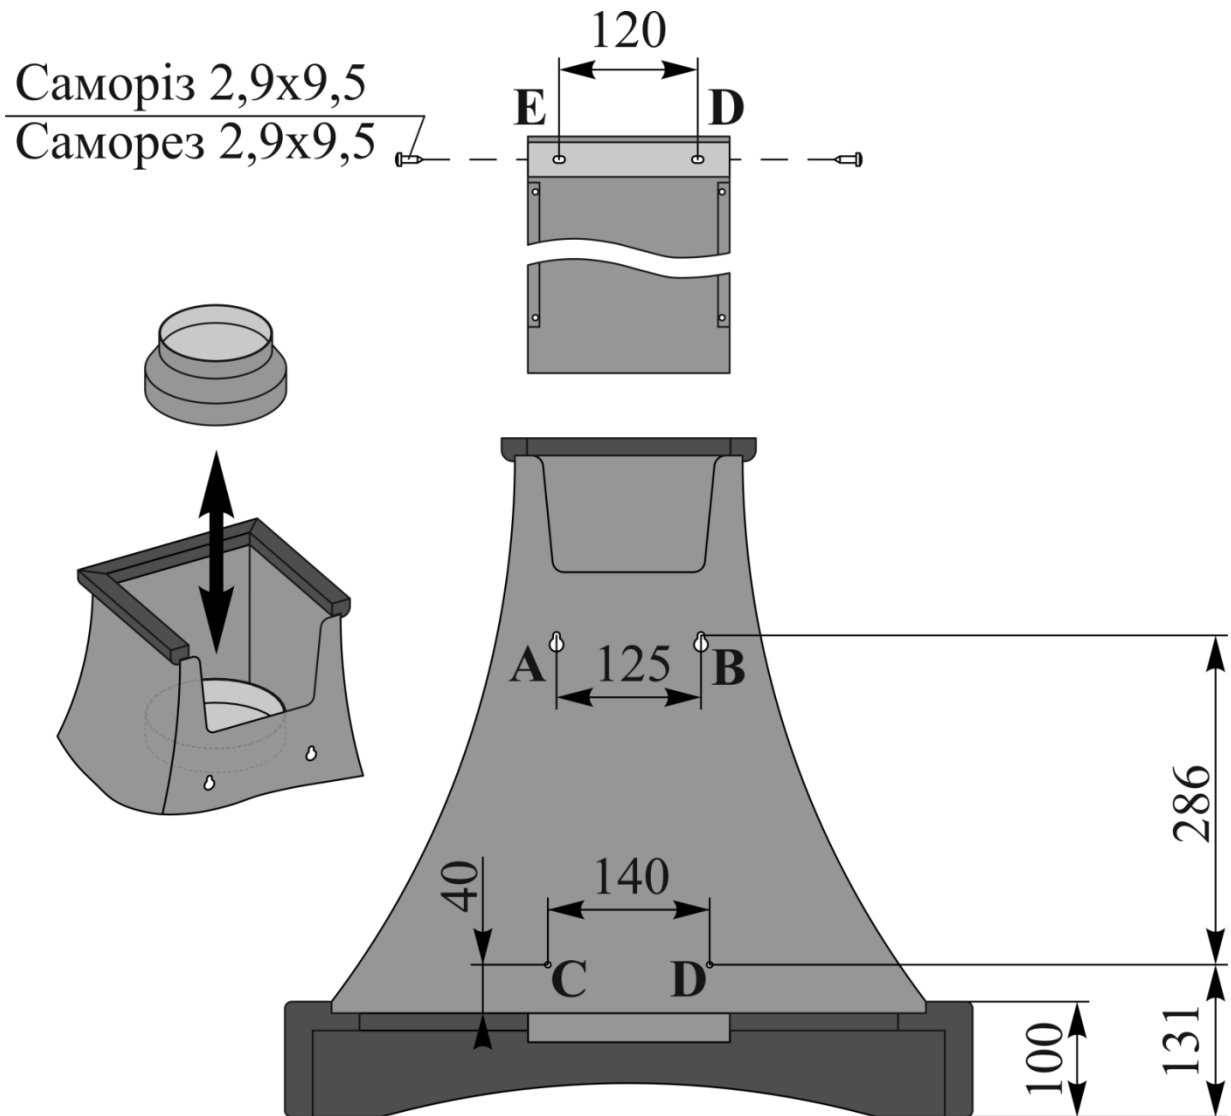

Рис.5
6.3 Проведіть розмітку кріпильних отворів корпуса на стіні кухні. Для цього виготовте паперовий шаблон з координатами **4-х** отворів на задній стінці корпуса (**точки А, В, С, D**); прикладіть шаблон до стіни на необхідній наставній висоті, що вказана вище, і вирівняйте його по рівню (**рис.5**).
6.8 Вставте коминок в нішу корпуса так, щоб він закривав повітровід вентиляції, і розмітьте по пазам планки коминка **2 отвори під кріплення (т. Е, F)** (**рис.5**).
6.11 Установіть коминок в нішу корпуса, з'єднавши з планкою коминка і з'єднайте їх з боків **2-ма шурупами (саморізи) ПКГ 2,9x9,5 (рис.5)**.